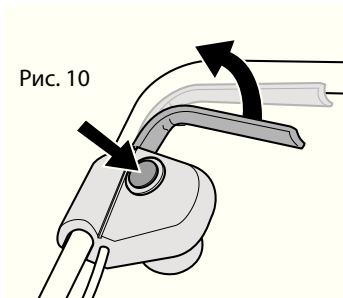

Рис. 10
- Нажмите и удерживайте кнопку защиты (рис. 10)